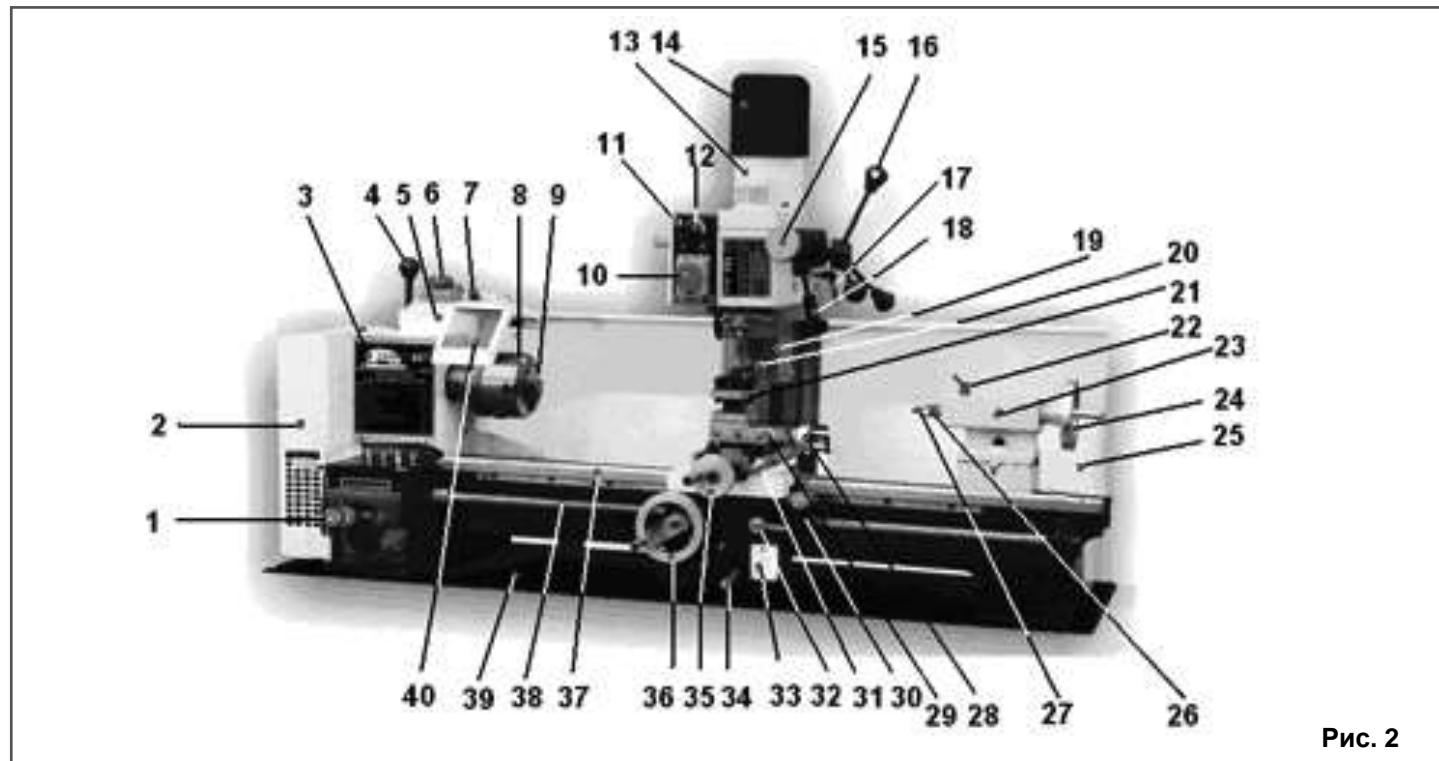

Рис. 2
7.1. Станок состоит из следующих сборочных единиц и деталей (Рис. 2)
8.4. Установите и закрепите пластиковую ручку (E), Рис. 1, на маховике (35) подачи поперечного суппорта (31), Рис. 2.
8.6. В конус пиноли (26) задней бабки (23) вставьте центр Морзе №2 (27), Рис. 2.
8.7. Установите и закрепите ручку (P), Рис. 1, на рычаге переключения скорости автоматической подачи (1), как показано на Рис. 2.
8.8. Установите и закрепите ручку (П), Рис. 1, на рычаге натяжения ремня (4), как показано на Рис. 2.
10.1. Подготовка к работе (Рис. 2)